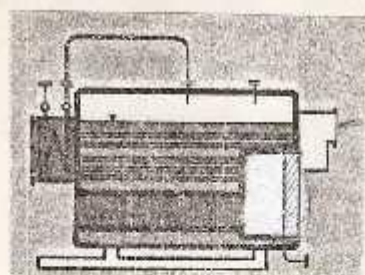

fig 13
2. Fondo semihúmedo: si la cámara formada por el cuerpo cilíndrico y la placa tubular delantera de esta, están refrigeradas por el líquido saturado sometido a la presión de trabajo del generador. La pared posterior está construida de refractarios. fig 13